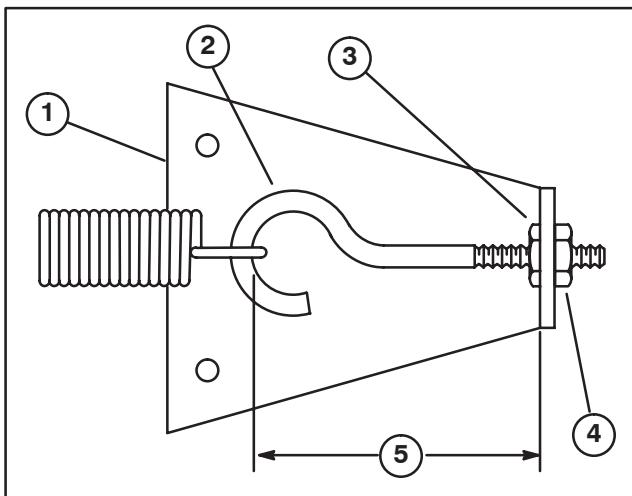

Figure 64
4. Tournez dans le sens horaire, jusqu'à ce que la distance entre l'intérieur de la boucle du boulon à œil et l'intérieur de la plaque d'ancrage du ressort soit réduite de 3 mm, comme indiqué à la Figure 64. Serrez l'écrou hexagonal.